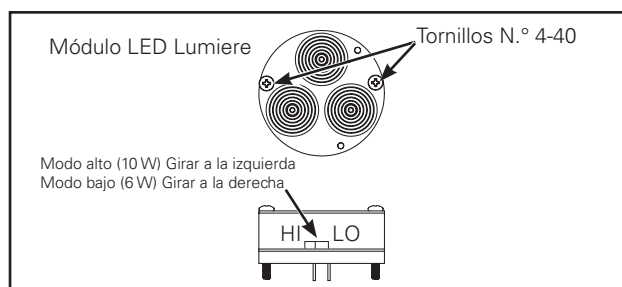

Figura 2.
- Módulo LED: Si la luminaria ya tenía las lámparas colocadas, asegúrese de que se haya enfriado antes de intentar retirar las lámparas viejas. Una vez que la luminaria esté lo suficientemente fría, extraiga los tornillos 4-40 y extraiga el módulo. No lo gire. Extraiga el módulo LED Lumiere nuevo de la caja y extraiga las tuercas de los tornillos 4-40. Las tuercas solo se utilizan para el envío. Alinee visualmente los orificios de montaje con los orificios roscados en la base de la luminaria y los conectores de dos clavijas con los receptáculos correspondientes en la base del portacasquillo. Inserte con cuidado el nuevo módulo LED Lumiere en la base, asegurándose de que las clavijas estén alineadas con el portacasquillo y presione el módulo LED con firmeza hasta que quede correctamente apoyado. Inserte y ajuste los tornillos 4-40 que bloquean el disipador de calor del LED en la base de la luminaria. (Figura 2.)